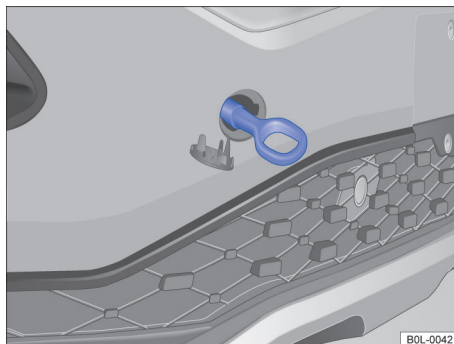

图 124 前保险杠上右侧：已拧入牵引环
- 将牵引环沿逆时针方向牢固地拧入支座中 → 图 124 → 。用一个合适的器具，将牵引环充分而牢固地拧入支座中。